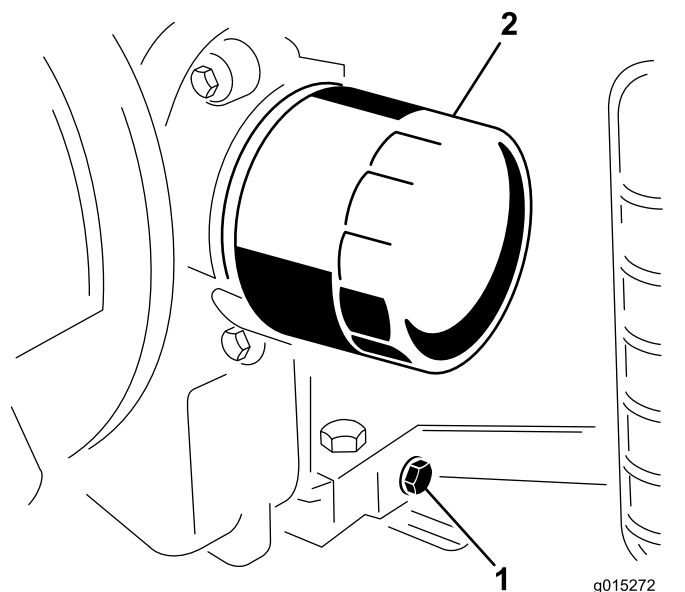

图15
4. 在放油孔下放置一个盘子。取下排油塞，让机油排出（图15）。